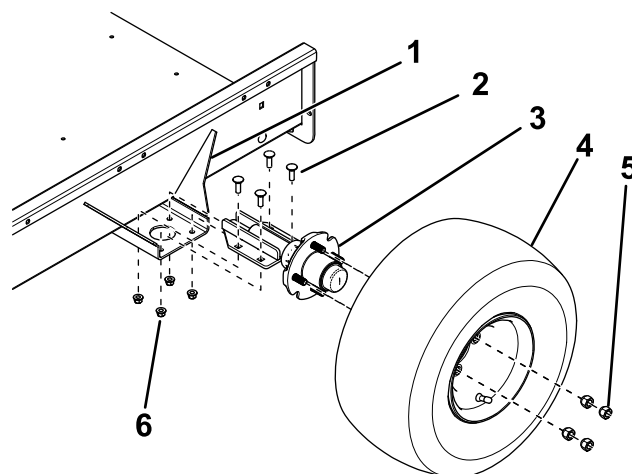

Figura 2
2. Servendovi dei 4 bulloni a testa tonda e dei 4 dadi di bloccaggio montate un assale sul lato superiore delle staffe di montaggio su ciascun lato del pianale del rimorchio, come illustrato nella Figura 2.
3. Montate un gruppo ruote su ogni mozzo dell'assale con 4 dadi a staffa (Figura 2) e serrate i dadi a 108,5 N·m.
- Regolate la posizione delle staffe di montaggio dell'assale in modo che la distanza interasse anteriore sia di circa 3 mm inferiore rispetto a quella posteriore (Figura 2).